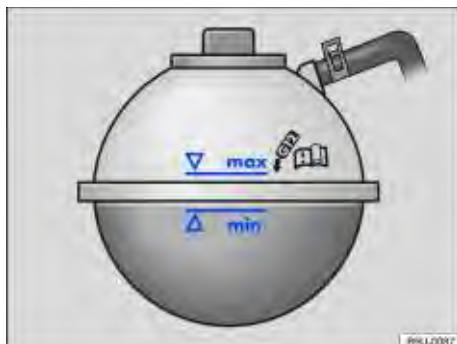

Fig. 128 No compartimento do motor: marcação no reservatório de expansão do líquido de arrefecimento do motor.
- Completar com líquido de arrefecimento do motor somente até a marca “max” → **Fig. 128**. Caso contrário, ao aquecer-se, o líquido excedente seria expulso do sistema de arrefecimento e poderia causar danos.